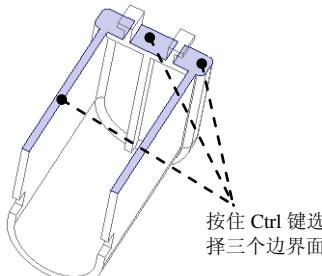
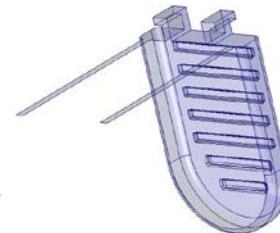

图 9.11 定义边界面（二）
图 9.12 加亮的曲面
② 依次选取所有的边界面完毕（全部加亮）后，松开 Shift 键，然后按住 Ctrl 键选取图 9.11 所示的三个曲面，松开 Ctrl 键，完成“边界面”的选取。操作完成后，整个模型上表面均被加亮，如图 9.12 所示。